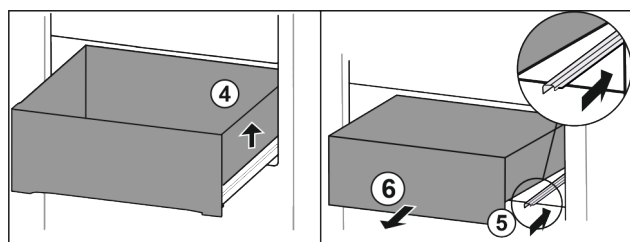

Fig. 78
- ▶ Løft skuffen i højre side. Fig. 78 (4)
- ▶ Skub den højre skinne ind. Fig. 78 (5)
- ▶ Tag skuffen ud fremefter. Fig. 78 (6)